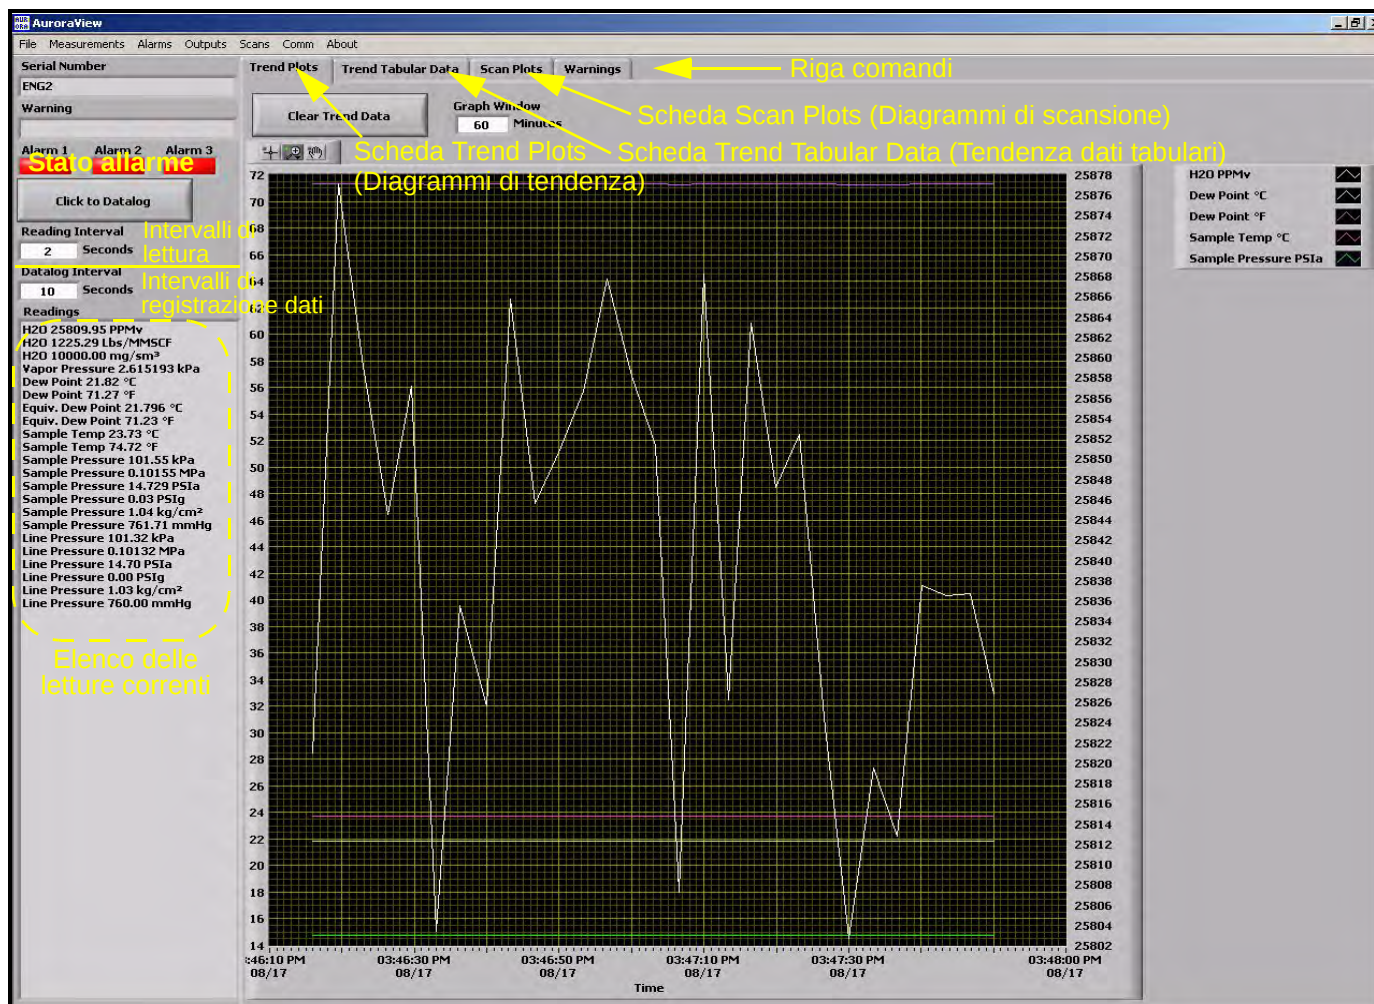

Figura 50: Schermata principale di AuroraView
2. AuroraView si avvia e visualizza una schermata simile a quella della Figura 50.